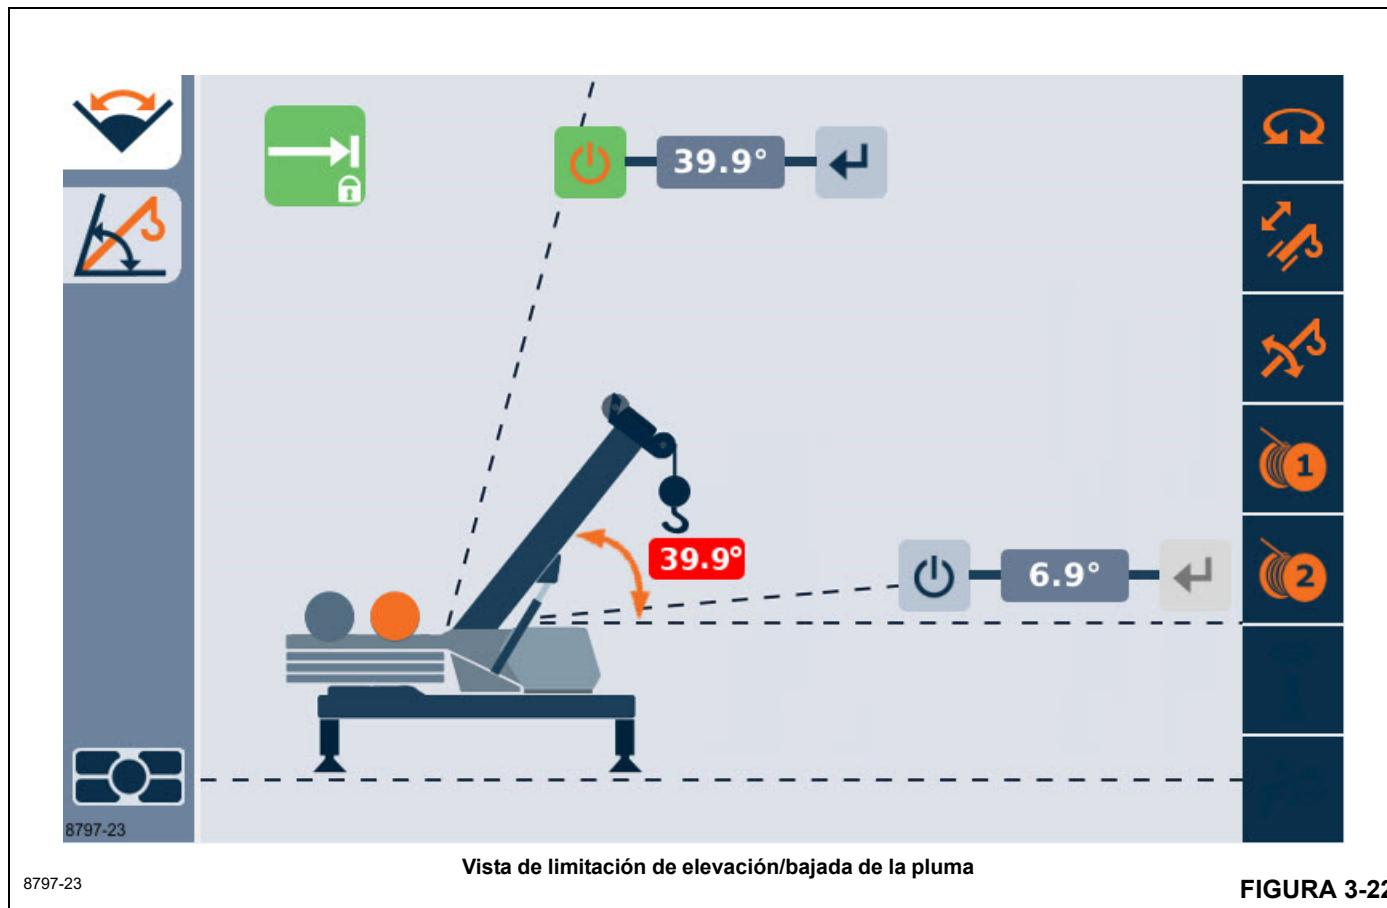

FIGURA 3-22
Si se selecciona la limitación de elevación/bajada de la pluma en el menú de limitaciones del WRL, se muestra la vista limitación de elevación/bajada de la pluma (Figura 3-22).
Use la función de flecha izquierda y de flecha derecha en la pantalla o en el cuadrante para cambiar el objeto resaltado en la vista. A medida que las teclas de flecha se oprimen, otros objetos serán resaltados y el color naranja indica el objeto que está seleccionado y que puede afectarse por las acciones posteriores. En la Figura 3-22 puede verse que el
- La vista de limitación de elevación/bajada de la pluma (Figura 3-22) se muestra en la pantalla.
7. Use la función de flecha derecha una vez para resaltar el símbolo de aceptar la posición de la grúa para el ángulo de pluma superior (consulte la Tabla 3-5). Use el botón aceptar (artículo 2, Figura 3-18) para aceptar la posición actual de la grúa (como el valor de 39.9 grados que se muestra en la Figura 3-22) como el valor de limitación. Ahora el valor de limitación debe mostrarse actualizado en la vista. Tenga en cuenta que la pluma está ahora en el límite, de modo que las alarmas probablemente sonarán. Ahora puede alejar la pluma del ángulo de pluma actual para suspender la alarma. Consulte la Tabla 3-2 para conocer cómo funciona la alarma cuando la opción de bloqueo no está en uso. Consulte la Figura 3-18 para conocer acerca del botón para cancelar la alarma audible (cuando el movimiento de la pluma se haya detenido).
2. La vista de limitación de elevación/bajada de la pluma (Figura 3-22) se muestra en la pantalla.
7. Use la función de flecha derecha una vez para resaltar el símbolo de aceptar la posición de la grúa para el ángulo de pluma inferior (consulte la Tabla 3-5). Use el botón aceptar para aceptar la posición actual de la grúa (como el valor de 6.9 grados que se muestra en la Figura 3-22) como el valor de limitación. Ahora el valor de limitación debe mostrarse actualizado en la vista. Tenga en cuenta que la pluma está ahora en el límite, de modo que las alarmas probablemente sonarán. Ahora puede alejar la pluma del ángulo de pluma actual para suspender la alarma. Consulte la Tabla 3-2 para conocer cómo funciona la alarma cuando la opción de bloqueo no está en uso. Consulte la Figura 3-18 para conocer acerca del botón para cancelar la alarma audible (cuando el movimiento de la pluma se haya detenido).
1. La vista de limitación de elevación/bajada de la pluma (Figura 3-22) se muestra en la pantalla.